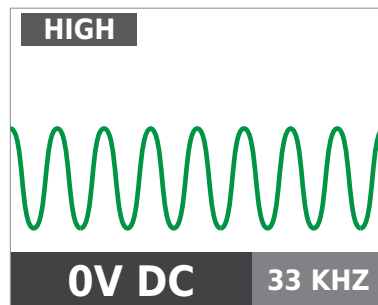

Figure 3.2b
3. Sélectionnez le mode de signal ÉLEVÉ pour la plupart des applications. L'écran apparaît comme indiqué en Figure 3.2b